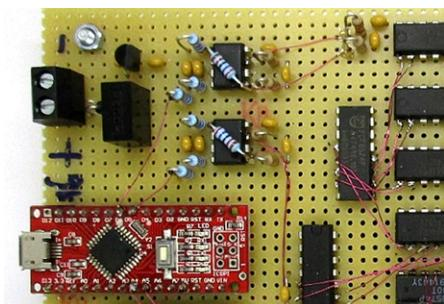

Figure 2. Montage sur une plaque d'essai.
ble des composants et de leurs commandes, ainsi que des connecteurs pour l'alimentation et les signaux. Le tout constitue un prototype utile (figure 2). Un client peut même l'utiliser pour effectuer des tests initiaux et suggérer des modifications faciles à tester. Une fois le circuit finalisé, portez votre attention sur le circuit imprimé (CI). À ce stade, vous avez probablement utilisé des composants traditionnels, mais le CI final fera certainement appel à des composants montés en surface. La compatibilité électromagnétique du circuit sur la plaque d'expérimentation n'a peut-être pas été améliorée, car il n'y a pas de plan de masse, mais nous savons maintenant ce qui reste à corriger.